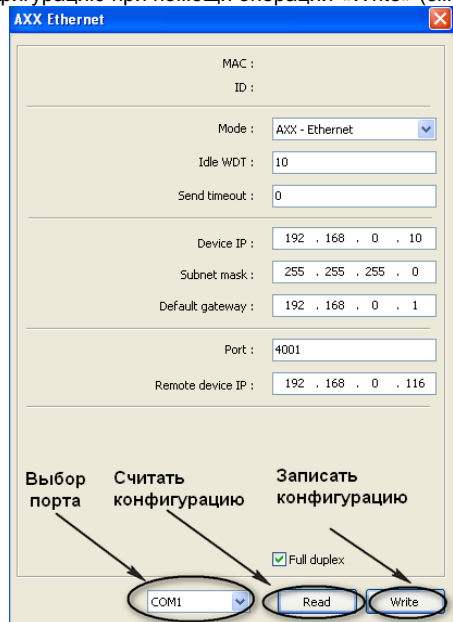

Рис.10. Внешний вид ПО «AXX Ethernet».
- записать измененную конфигурацию при помощи операции «Write» (см. рисунок 10).